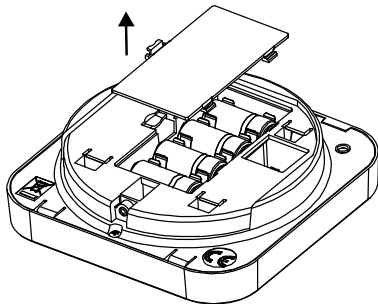

Figura 4
3. Abra el compartimento de las pilas (ver Figura 4).